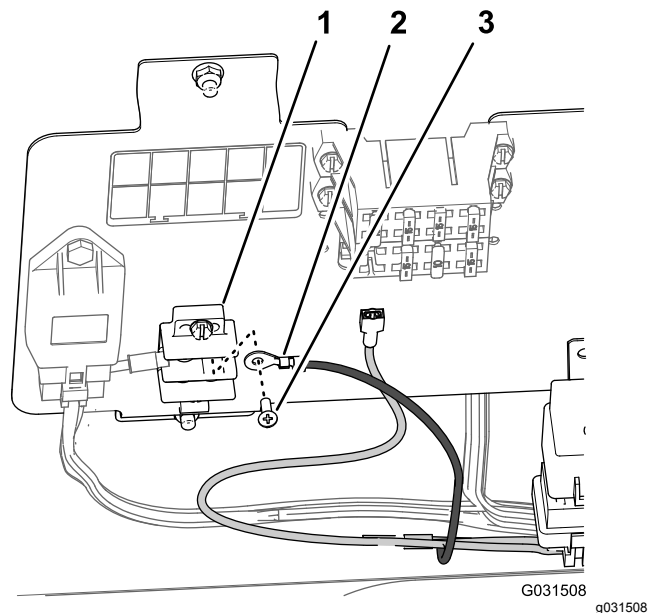

Figura 202
1. Rimuovete una vite dalla morsettiera di messa a terra (**Figura 202**)
2. Fissate il terminale ad anello del cablaggio preassemblato per il kit di finitura alla morsettiera di messa a terra con la vite rimossa nel passaggio 1 (**Figura 202**).